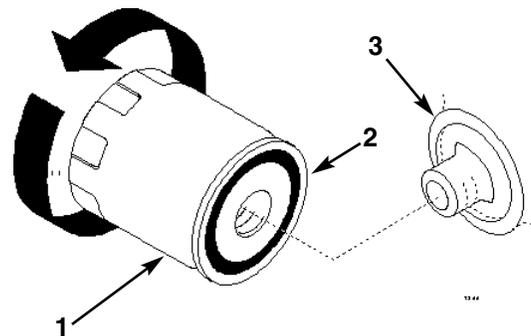

Fig. 34A
l'adattatore, quindi stringete di nuovo il filtro di giro (Fig. 34A).
2. Togliete il vecchio filtro e pulite la guarnizione dell'adattatore del filtro (Fig. 34A).
3. Spalmate un leggero strato di olio nuovo sulle guarnizioni di gomma del filtro di ricambio (Fig. 34A).